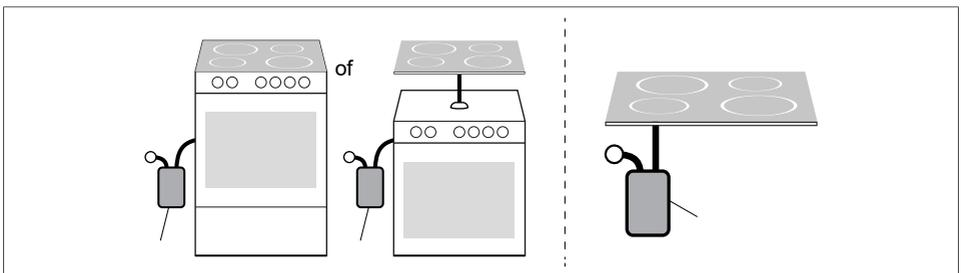

Abbildung 10: Herdtyp manuell kalibrieren
Die Sensoreinheit kann wahlweise an der Wand oberhalb des Herdes/Kochfeldes oder direkt unter die Dunstabzugshaube (Abb. 10) montiert werden. Die Sensoreinheit überwacht die Temperatur und die Benutzung des Herdes/Kochfeldes und schaltet im Alarmfall die Stromzufuhr ab.
- 3 Montagehalterung (8) wieder an der Sensoreinheit befestigen.
- 5 Sensoreinheit mittels vorinstalliertem Klebestreifen (Abb. 10) anbringen (Optional: beiliegendes Befestigungsmaterial verwenden).
Option 1: Herd **und** Ofen sind gemeinsam an die Spannungsunterbrechung angeschlossen ("Bild 10, links).
Option 2: Kochfeld ist einzeln an die Spannungsunterbrechung angeschlossen ("Bild 10, rechts).